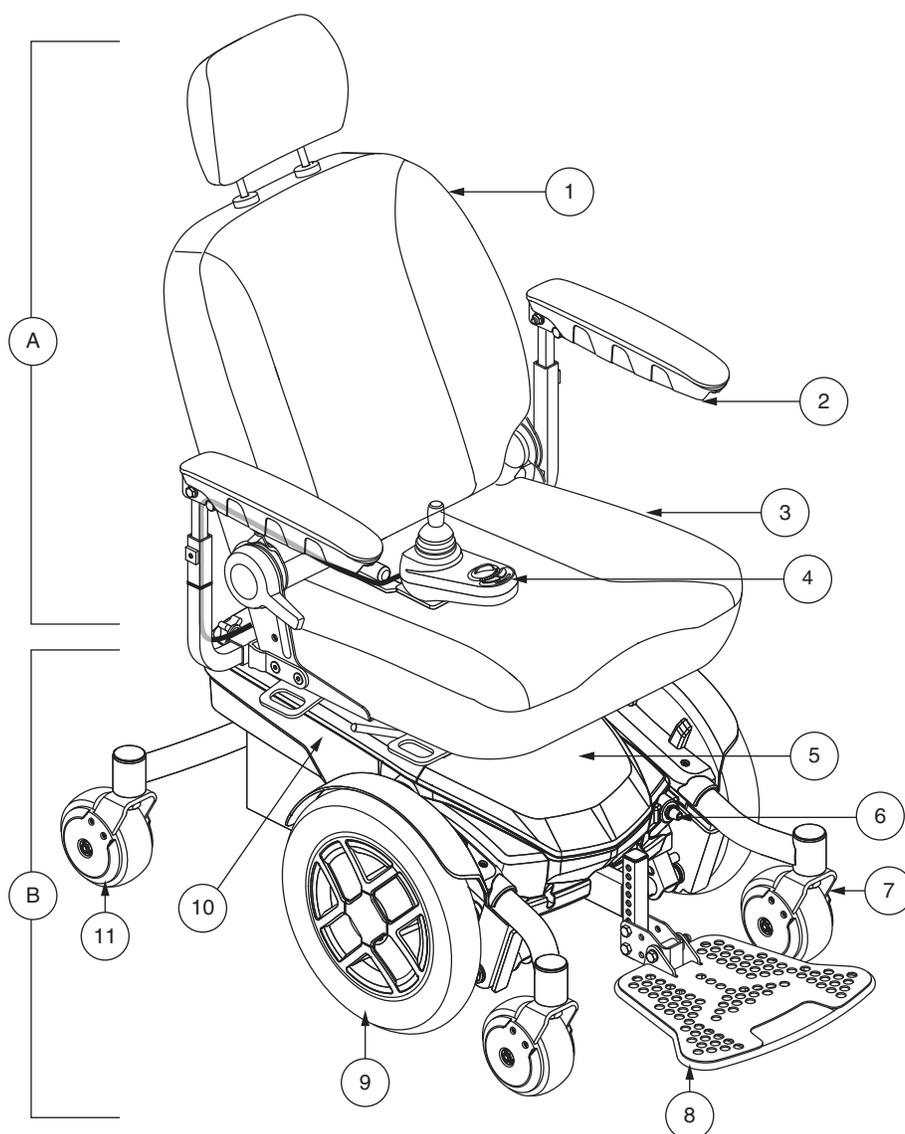

Figura 1. Carrozzina Jazzy EVO 613
La Carrozzina elettronica Jazzy EVO 613 ha due gruppi principali: il gruppo sedile (A) e il gruppo base elettronica (B). Vedere figura 1. Normalmente il gruppo sedile comprende i braccioli, lo schienale e la base del sedile. La base elettronica comprende due gruppi motore/freni, due ruote motrici, due batterie e i pannelli di cablaggio. Vedere figure 1 e 2.